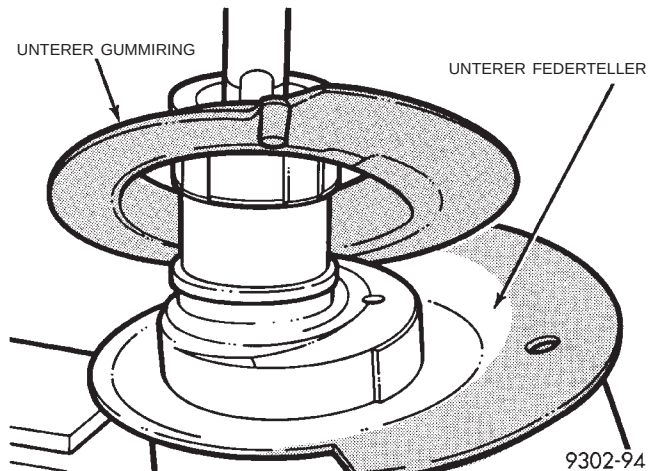

Abb. 65 Unterer Gummiring
(3) OTC-Adapter 7526 (oder gleichwertiges Werkzeug) am oberen Ende des Federspanners OTC 7520 (oder eines gleichwertigen Federspanners) montieren. LH-Adapter am unteren Ende des Federspanners montieren. Federspanner an der Schraubenfeder ansetzen. Der obere Adapter wird in die obere Wicklung der Feder eingehängt, der untere Adapter am unteren Ende des Federbeins montiert. Die Feder so weit zusammendrücken, dass der obere Befestigungsflansch vollständig entlastet ist.
(4) Den Steckschlüssel, Spezialwerkzeug 6864, auf die Mutter der Kolbenstange/Federbein aufstecken. Dann eine 10-mm-Stecknuss auf den Sechskant der Kolbenstange stecken. Die Kolbenstange des Federbeins mit der Sechskantnuss fixieren und die Mutter der Kolbenstange ausbauen.
(5) Oberen Befestigungsflansch, Federteller und Axiallager, Schutzmanschette und Schraubenfeder zusammen vom Federbein abbauen.
(6) Anschlagpuffer und Anschlagpuffer-Bock vom Federbein abbauen.
(7) Federspanner vorsichtig lockern, so dass die Feder langsam entspannt wird.
(8) Schraubenfeder vom Stoßdämpfer abbauen.
(9) Unteren Gummiring vom Federteller abnehmen (Abb. 65).
(10) Oberen Gummiring vom Federteller und Axiallager abbauen.
(11) Alle zerlegten Bauteile auf Anzeichen von ungewöhnlichem Verschleiß prüfen und nach Bedarf austauschen. Den Stoßdämpfer auf Zeichen von Öl- oder Gasverlust prüfen. Prüfung auf Gasverlust: Die
(1) Den ursprünglichen oder ggf. einen neuen unteren Gummiring auf den Federteller legen (Abb. 65). Dabei die erhöhten Stellen des Gummirings in die Vertiefungen des Federtellers einlegen, um den Gummiring richtig auszurichten.
(2) Den ursprünglichen oder ggf. einen neuen oberen Gummiring in den oberen Federteller einbauen.
(3) Die Schraubenfeder auf den Stoßdämpfer montieren. Dabei die untere Wicklung in die entsprechende Vertiefung des unteren Gummirings einsetzen.
(4) Die Feder mit dem Federspanner etwa auf dieselbe Länge zusammendrücken wie vor dem Ausbau.
(5) Federteller und Axiallager (mit Schutzmanschette) oben auf der Schraubenfeder montieren. Das Ende der Schraubenfeder muss in die Vertiefung greifen, die in Federteller und Axiallager eingelassen ist. Bei Ausführungen ohne Vertiefung die beim Ausbau angebrachten Farbmarkierungen miteinander ausrichten.
(6) Anschlagpuffer und Anschlagpufferbock auf Federbein montieren.